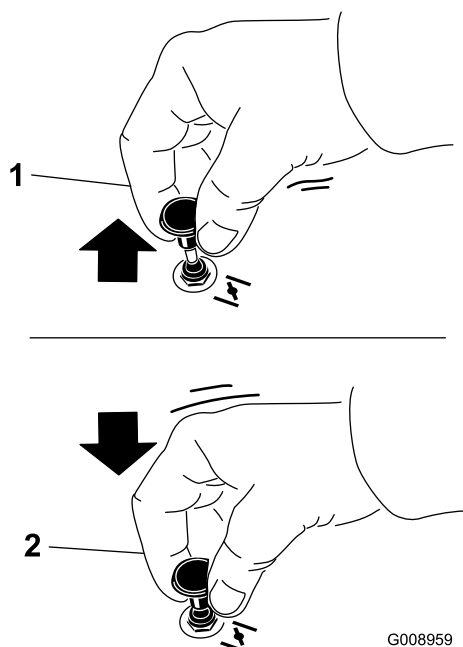

Figura 20
1. Tire hacia arriba del mando para engranar el estárter antes de usar el interruptor de encendido (Figura 20).
2. Presione hacia abajo el pomo del estárter para desactivar el estárter después de arrancar el motor (Figura 20).